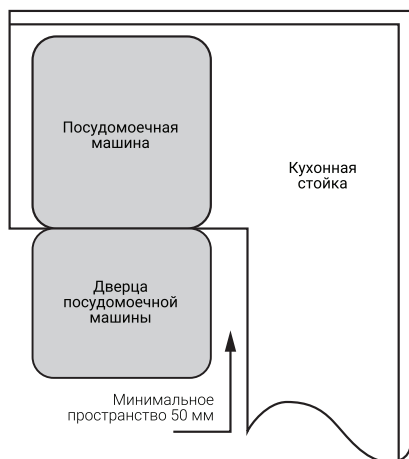

Рис. 2
2. Если машина устанавливается в углу комнаты, оставьте немного места (рис. 2), чтобы оставалось пространство для открытия дверцы.